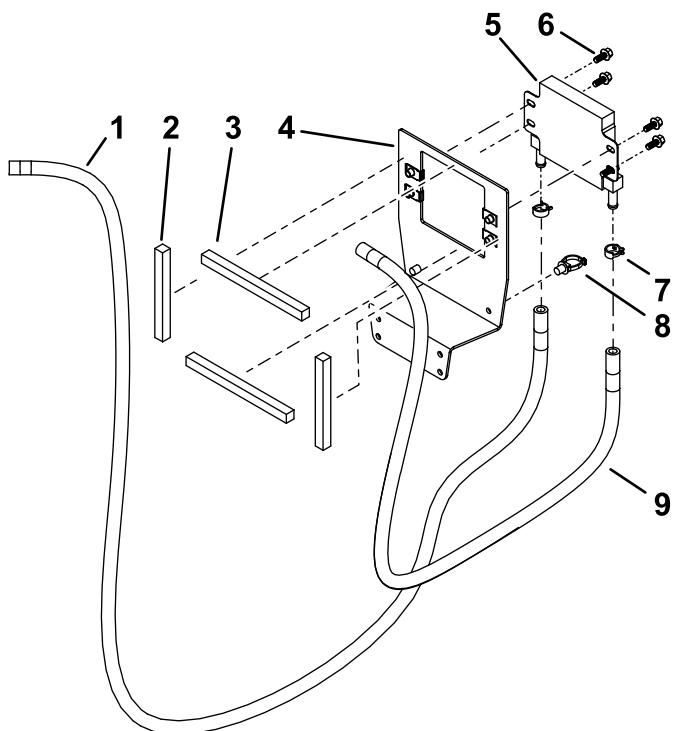

Bild 4
1. Schieben Sie eine Steckschlauchschelle auf das Ende jedes Schlauches (Bild 4).
2. Schieben Sie eine Schlauchschelle auf das Ende jedes Schlauches (Bild 4).
4. Befestigen Sie den Kraftstoffkühler mit vier Schrauben (1/4" x 5/8") an der Halterung des Kraftstoffkühlers, wie in Bild 4 dargestellt.
5. Entfernen Sie die Trägerfolie der Schaumstoffteile und kleben Sie diese an die Halterung des Kraftstoffkühlers (Bild 4).